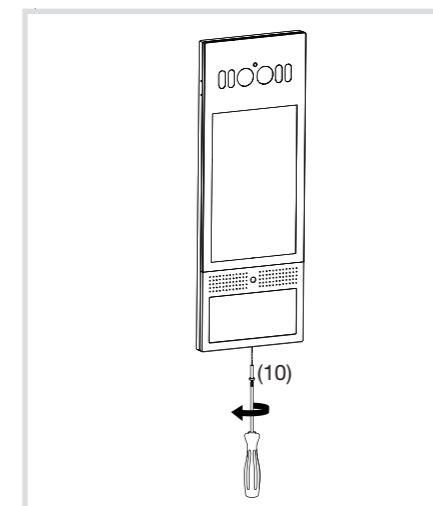

Bild 31: Außenstation sichern
- Außenstation mit der Sicherungsschraube (10) unten mittig mit dem Einbauehäuse verschrauben (Bild 31).